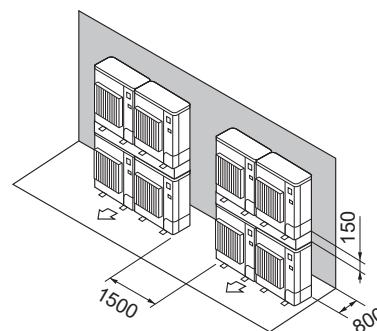

Fig. 2-19
- ⑦ Розміщення блоків на різних ярусах (Fig. 2-19)